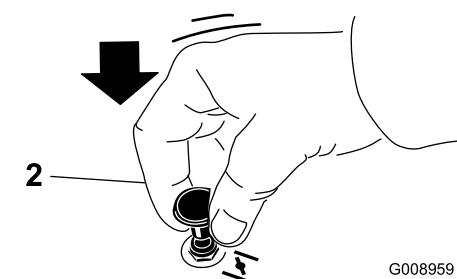

Figura 17
1. Puxe a alavanca do ar para cima para engatar o estrangulador antes de utilizar a ignição (Figura 17).
2. Empurre a alavanca para baixo para desengatar o estrangulador do ar quando o motor estiver a funcionar (Figura 17).